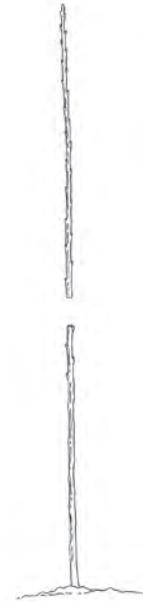

Figura 14
- Recorte el árbol nuevo hasta una altura de 18 pulgadas sobre el nivel del suelo (Figura 14).